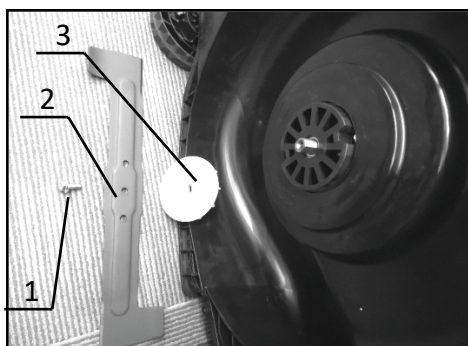

Рисунок 15. Вигляд газонокосарки з демонтованим ножом.
4. Відкрутити та зняти болт (1, рис. 15), демонтувати ніж (2, рис. 15) та решітку (3, рис. 15) у відповідному порядку.